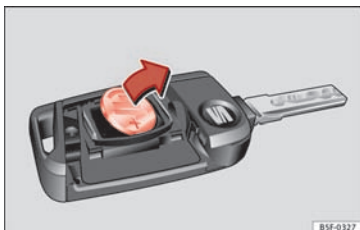

Fig. 133 Bilnøgle: udtagning af batteri
- Vip batteriet ud af batterirummet med en egnet, tynd genstand »» Fig. 133.
- Sæt et nyt batteri i som vist på billedet »» Fig. 133, og tryk det ind i batterirummet modsat pilens retning »» ❷.